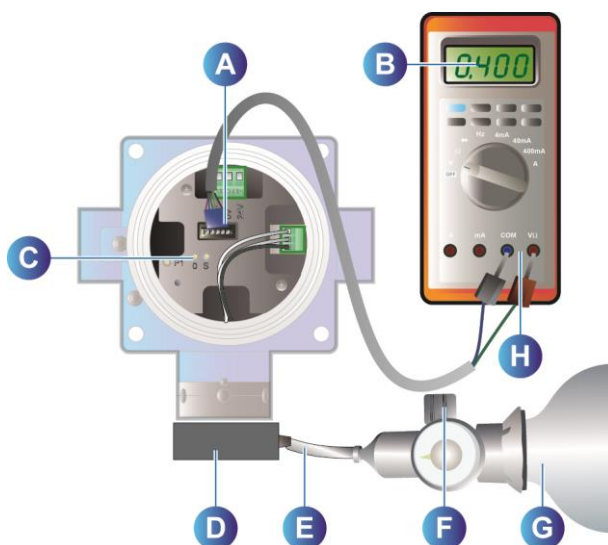

Figura 14: Calibración del cero (OLCT 100).
2. Insertar las terminales verdes y azules del cable de medición respectivamente en los bornes + y – del multímetro (Figura 14, rep. H.).
2. Insertar las terminales verdes y azules del cable de medición respectivamente en los bornes + y – del multímetro (Figura 14, rep. H.)